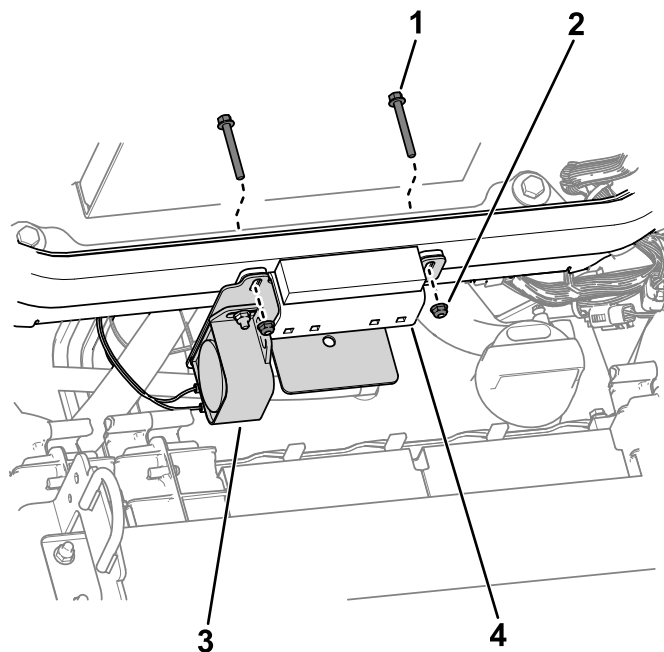

Figura 3
4. Utilizzate i bulloni e i dadi presenti sulla staffa di supporto del cofano per fissare la staffa di montaggio al telaio del trattorino (Figura 3).